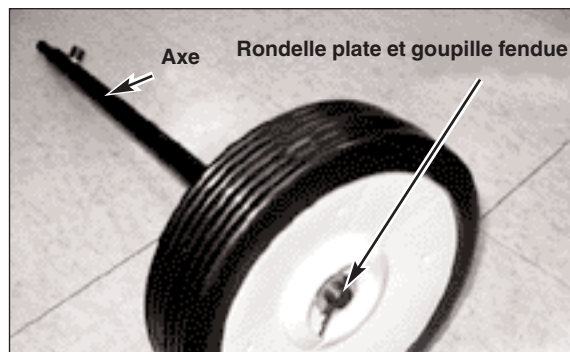

Fig. 3
1. Placez une roue sur l'axe, suivie d'une rondelle plate. Fixez à l'aide d'une goupille fendue insérée dans l'orifice pratiqué à l'extrémité de l'axe, et pliez les extrémités de la goupille à l'aide d'une pince. Fig. 3.